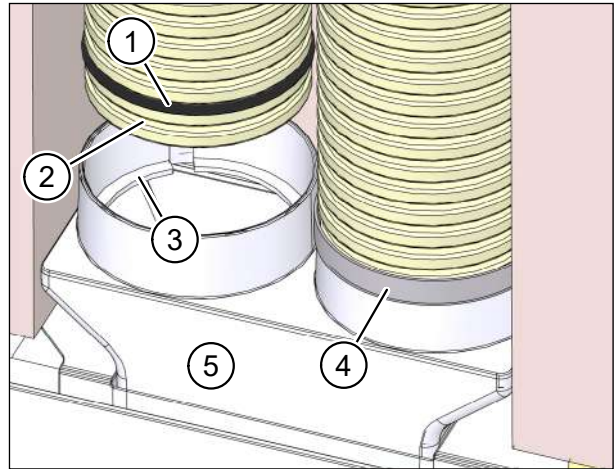

Abb. 28: Flexrohrverbindung mit Dichtband fixieren
- ▶ Setzen Sie Dichtringe (Pos. 1 in Abb. 28) in die zweite Rille am Flexrohr ein. Diese sind als Zubehör M-WRG-FR-DR75 (Art.-Nr. 5056-41/75) erhältlich.
- ▶ Setzen Sie die Flexrohre in die Öffnungen des Flexrohradapters (Pos. 5 in Abb. 28) ein. Stellen Sie sicher, dass die erste Rille am Flexrohr (Pos. 2 in Abb. 28) im Rastring (Pos. 3 in Abb. 28) des Flexrohradapters einrastet.
- ▶ Empfehlung: Dichten Sie die Verbindungsstelle mit einer Lage Dichtband von 30 mm Breite ab (Pos. 4 in Abb. 28).